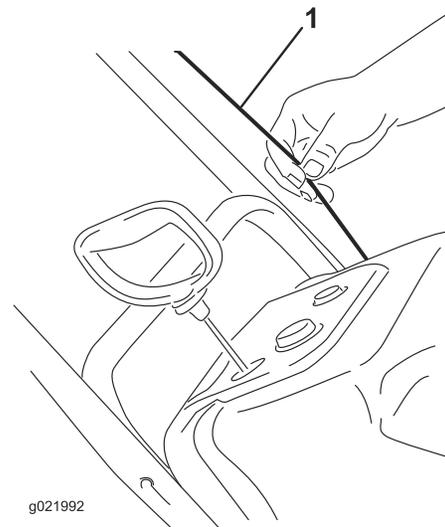

Figura 5
2. Asegúrese de no doblar o torcer el cable de control (Figura 5).